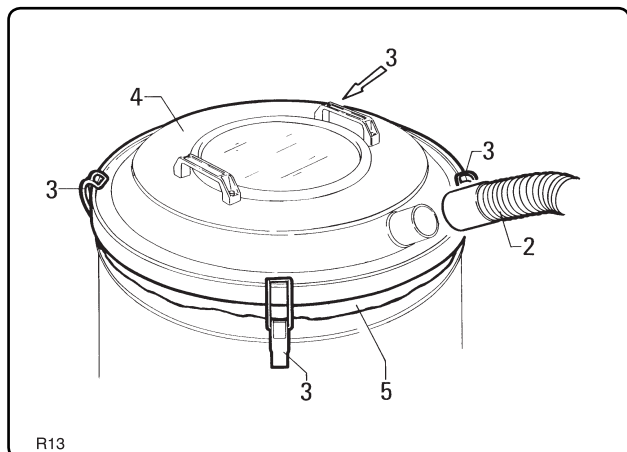

Fig. 7.5.1
7.5.1 - Sådan udskiftes støvposen (fig. 7.5.1)
- Sæt en ny pose i, og sørg for at lade lidt af kanten "5" være synlig (fig. 7.5.1).